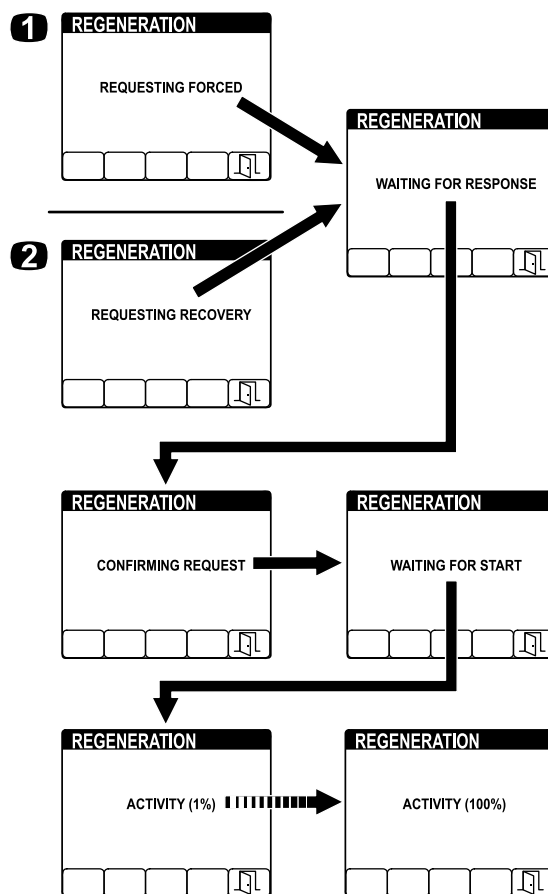

Figura 69
- Sull'InfoCenter viene visualizzata una sequenza di schermate (Figura 69) man mano che la rigenerazione procede: